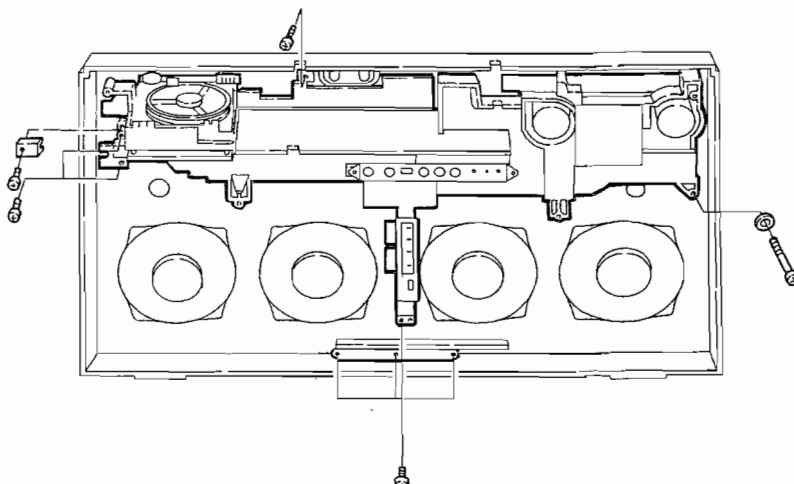

Figure 8-6
2. Remove three screws at the main frame, two screws at the power switch holder, one screw at the power amplifier P.W.B., three screws at the headphone P.W.B. Then hold the main frame up to remove. See Fig. 8-6.
2. Die drei Schrauben des Hauptrahmens, zwei Schrauben am Hauptschalterhalter, die einzelne Schraube an der Endverstärkerleiterplatte, die drei Schrauben an der Kopfhörerleiterplatte entfernen. Den Hauptrahmen dann durch Anheben entfernen. Siehe Abbildung 8-6.
2. Enlever les trois vis sur le bâti principal, deux vis sur le support du commutateur d'alimentation, une vis sur la plaquette de montage imprimé de l'amplificateur de puissance, et trois vis sur la plaquette de montage imprimé du casque. Puis soulever le bâti principal pour l'enlever. Voir la Fig. 8-6.